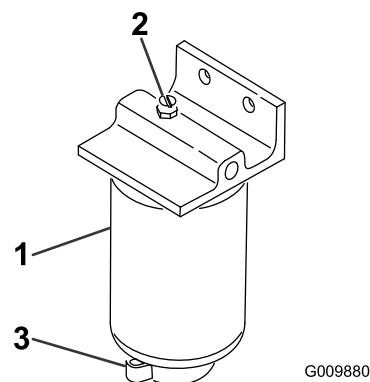

图 53
3. 松开过滤器过滤筒底部的排油阀 (图 53)。
2. 清洁滤清器过滤筒的安装区域 图 53。